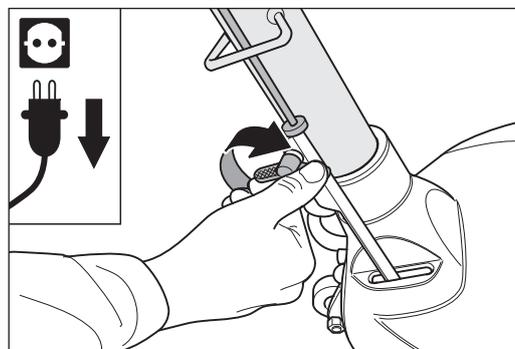
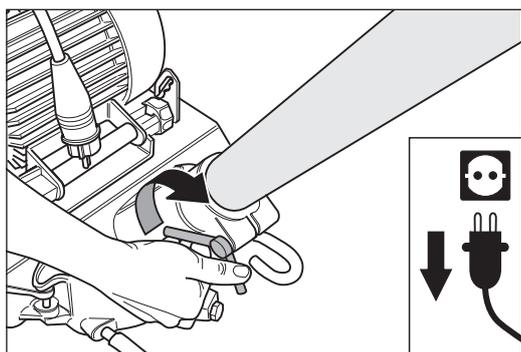

Abb. 53 Nach dem Einbau des Führungsrohrs die Flügelschraube am Gestängeunterteil sorgfältig festziehen.
Abb. 54 Nach dem Einbau des Führungsrohrs die Flügelmuttern am Maschinengehäuse sorgfältig festziehen.
- 3 Ziehen Sie die Flügelschraube am Gestängeunterteil (Abb. 53) und die Flügelmutter am Maschinengehäuse (Abb. 54) sorgfältig fest.